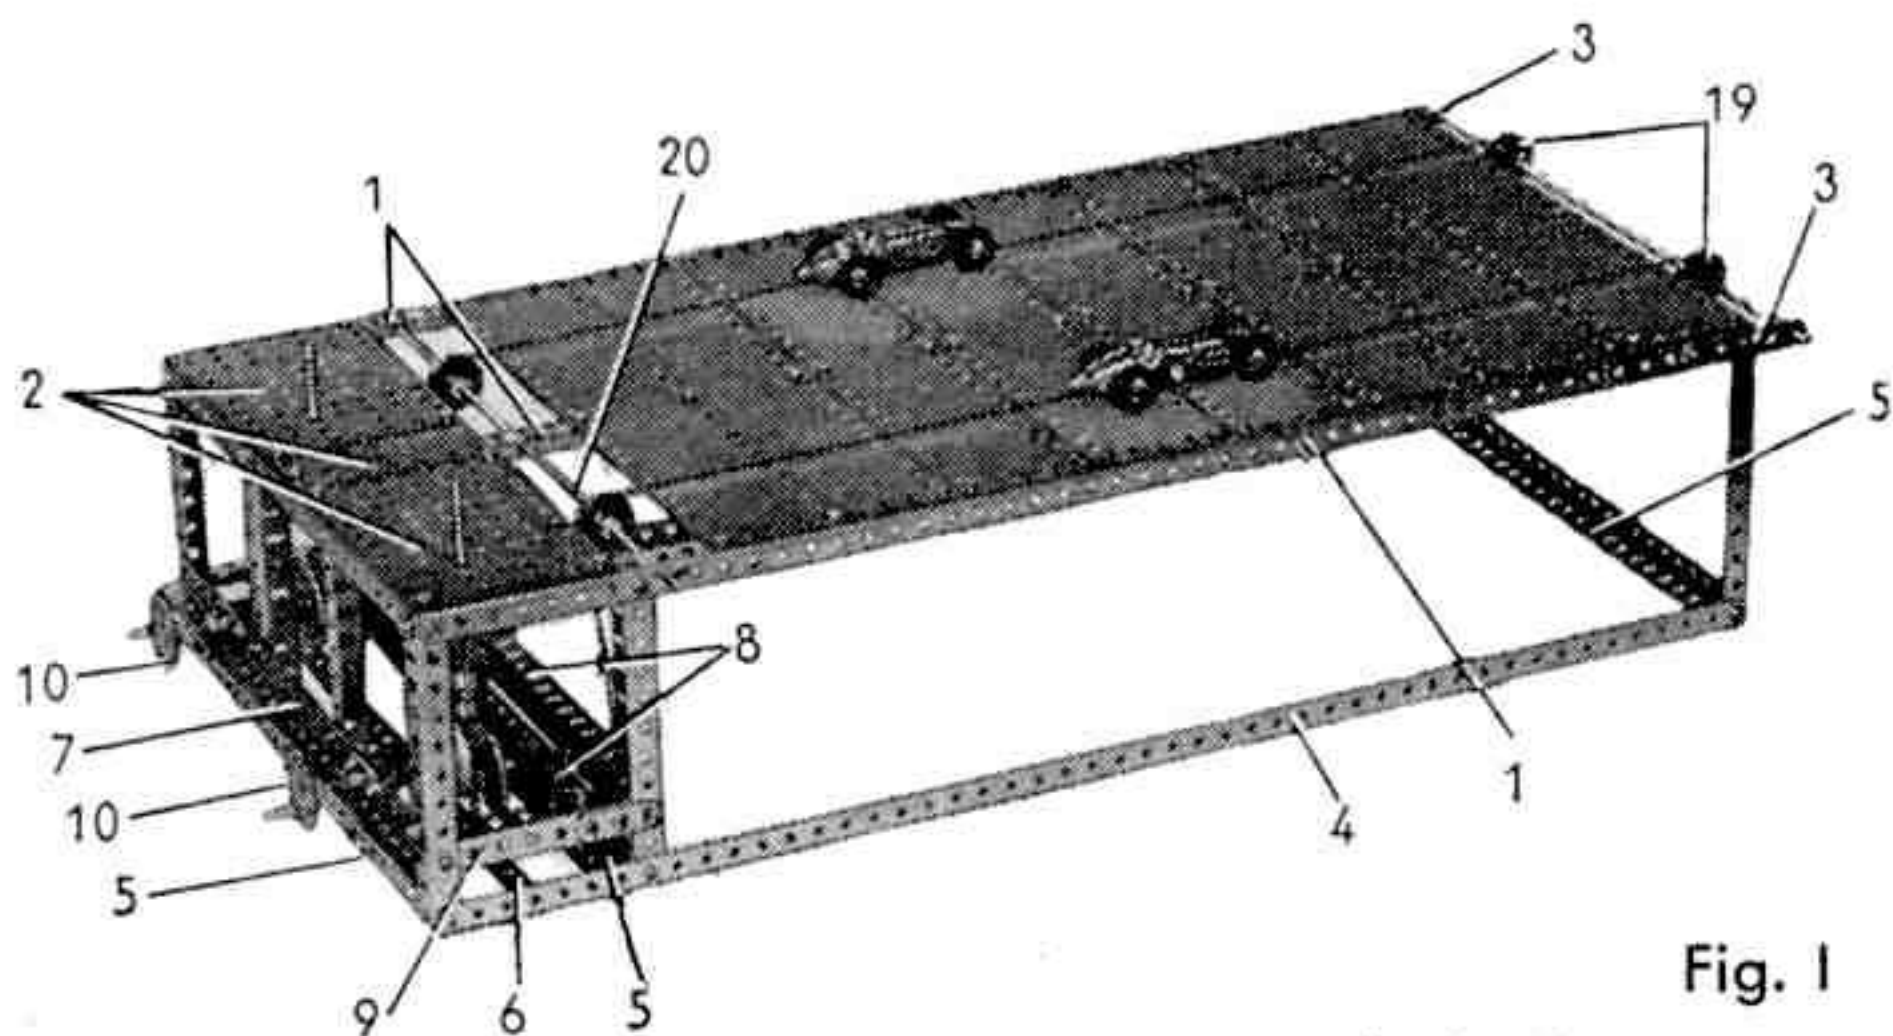

Fig. 1
La piste est formée de huit plaques bandes de 25 trous boulonnées côte à côte sur un cadre rectangulaire (fig. 1). Ce dernier est constitué par trois cornières de 49 trous (1) et deux cornières de 25 trous. Le cadre porte à l'arrière trois plaques sans rebords de 14×9 cm. (2) et chaque cornière latérale (1) est prolongée de deux trous à l'avant par une bande de 5 trous (3).
Chaque côté du châssis qui soutient la flèche est formé d'une cornière verticale de 15 trous (33), d'une cornière horizontale de 5 trous et d'une cornière oblique de 11 trous (fig. 1). Un petit gousset d'assemblage (34) est boulonné sur chaque cornière (33). Les deux côtés du bâti sont réunis par une cornière de 7 trous, une bande coudée de 60 x 12 mm. et deux bandes de 11 trous entrecroisées. Le bâti est boulonné sur la plaque (8).